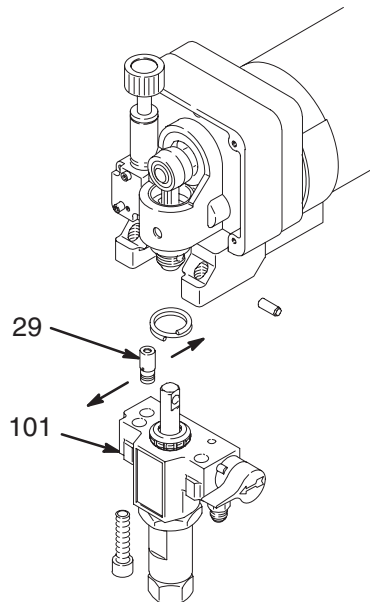

Fig. 27
6. Aligner les orifices du capteur dans la direction indiquée par les flèches de la figure 27.
REMARQUE: Voir Fig. 27 pour cette procédure.